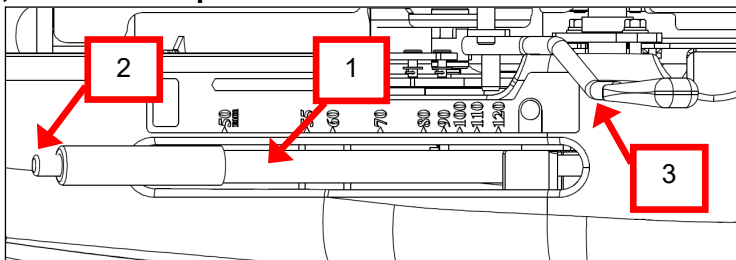

Figura 7
La posición más alta de la palanca (1, Figura 7) corresponde a la posición de transporte. Puede ajustar la altura de corte libremente presionando el botón pulsador (2) y la palanca (1). Cuando la palanca está en una posición alta, la altura de corte es alta, cuando la palanca está en una posición baja, la altura de corte es baja.
La palanca de embrague de la cuchilla (3, Figura 7) hace que el motor accione la cuchilla. Al empujar la palanca hacia adelante, la cuchilla se activa. Al tirar la palanca hacia atrás, la cuchilla se detiene. Al utilizar la palanca de embrague de la cuchilla, controle que la palanca de altura de corte esté en posición de corte.